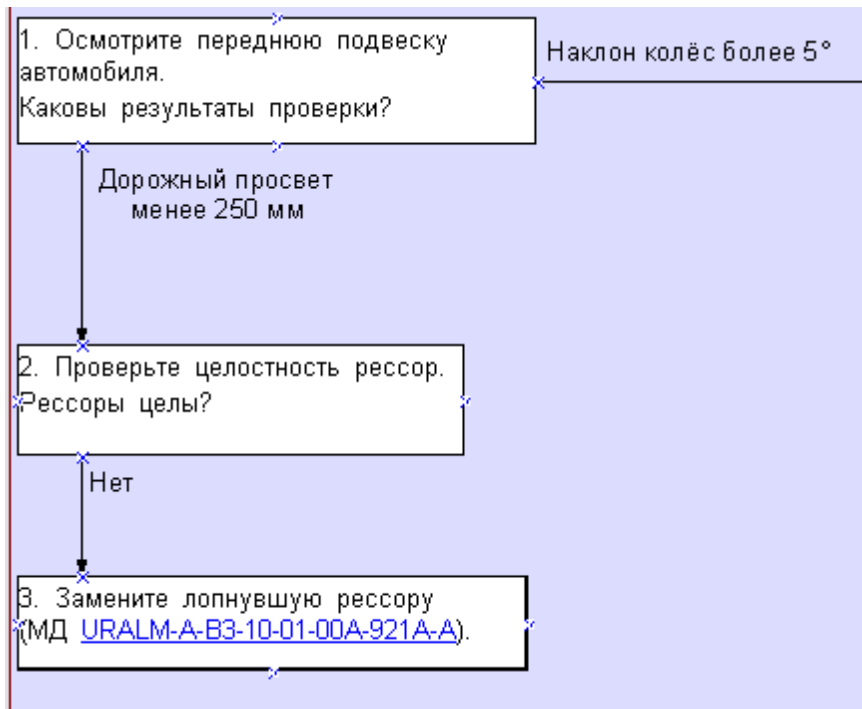

Рисунок 878
12) В окне **Редактор шага** нажмите на кнопку **Применить**. Текст шага и ссылка отображаются в окне шага (рисунок 878).